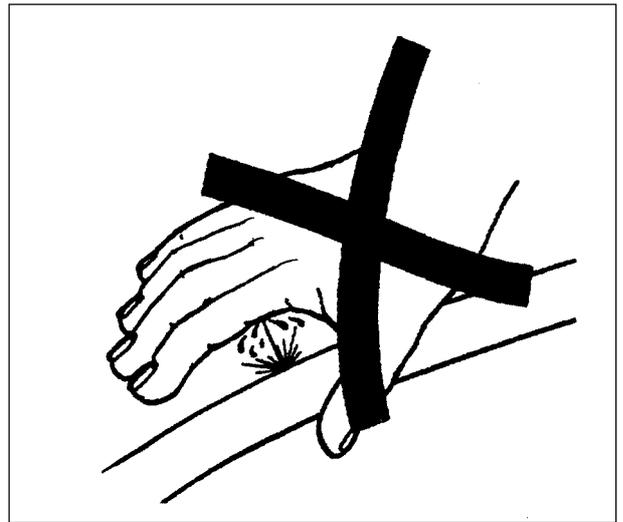

Abb.2-8
**ACHTUNG:** Unter Druck stehende Kraftstoffe oder Hydraulikflüssigkeiten können zu Verletzungen an Haut und Augen führen bzw. schwere, ggf. lebensgefährliche Unfälle hervorrufen. Unter Druck stehenden Flüssigkeiten brauchen nicht sichtbar zu sein, wenn sie austreten. Zur Suche von Leckstellen ein Stück Karton oder Holz, NIE aber die bloßen Hände benutzen. Die Augen immer mit einer Schutzbrille schützen. Dringt die Flüssigkeit aus irgendeinem Grund in die Haut ein, muss sie innerhalb weniger Stunden durch einen Arzt, der in diesen Unfällen spezialisiert ist, chirurgisch entfernt werden (Abb. 2-8).